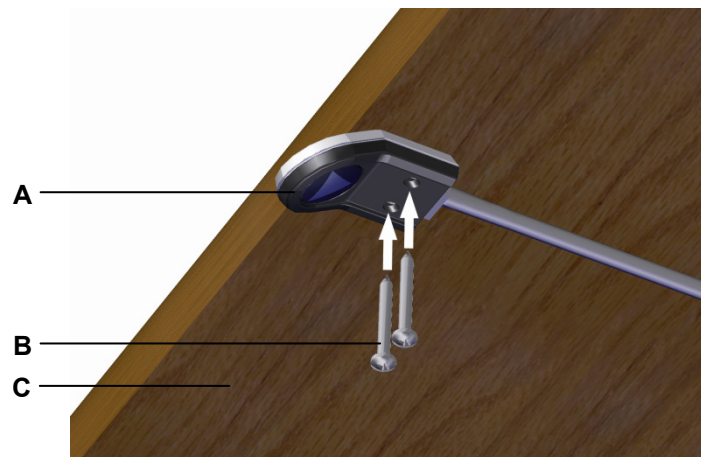

Abbildung 22 Beispiel: Montage des Bedienelements Motion Assist
Das Bedienelement Motion Assist wird mit zwei Schrauben unter dem Tisch (an der Tisch-Vorderkante) montiert, wie in Abbildung 22 gezeigt.
- Beispiel: Verwenden Sie Schrauben (B in Abbildung 22) nach DIN 7981 mit $\varnothing 3,9$ mm und geeigneter Länge (10 mm + Einschraubtiefe in den Tisch), Schraubenkopf: $\varnothing 7,5$ mm.